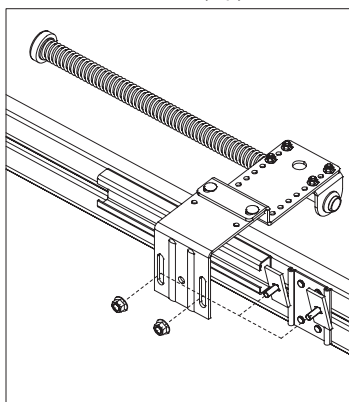

Рис. 46.2
- Установить демпфер, заведя в С-профиль горизонтальной направляющей закладные пластины с болтами крепления M8×25 с полукруглой головкой (рис.46.2).